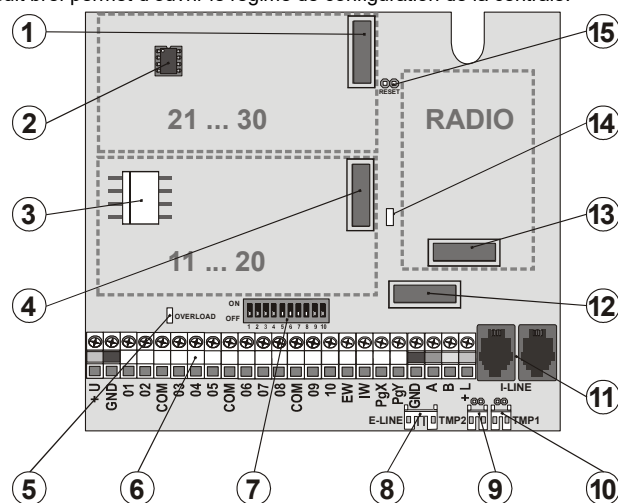

fig. 1 Panneau principal de la centrale
**1. Connecteur pour le deuxième module des entrées filaires JA-82C** – il est destiné au module des entrées munies d'une adresse L21 à L30. Pour son fonctionnement, il faut toujours raccorder le premier module (fig. 1, position 4).
**En cas d'équipement d'un seul module JA-82C (extension à vingt entrées), il faut utiliser la position 4 du module - voir fig. 1.**
Le module radio JA-82R est inséré dans la position 13 voir fig. 1. L'antenne pour le module se trouve dans le kit joint et elle est installée par l'insertion dans les rainures sur les côtés du boîtier, voir fig. 9. Cela permet le raccordement entre les connecteurs de l'antenne et les pins sur le module JA-82R. L'insertion du module permet le paramétrage des éléments sans fil dans le système.